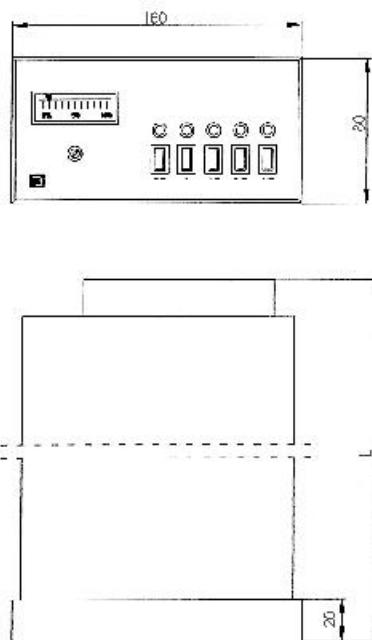

Рис. 1 Габаритные и установочные размеры БУЭП, БУЭП(У)
- Габаритные и установочные размеры: см. рис. 1.